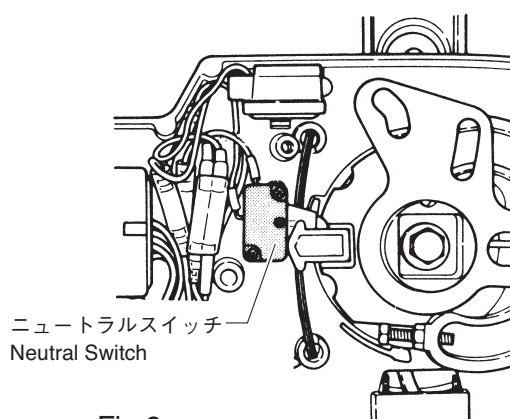

Fig.9
- (6) ニュートラルスイッチ (Fig.9)
- (6) Neutral Switch (Fig.9) (Except RC-5D/11D)